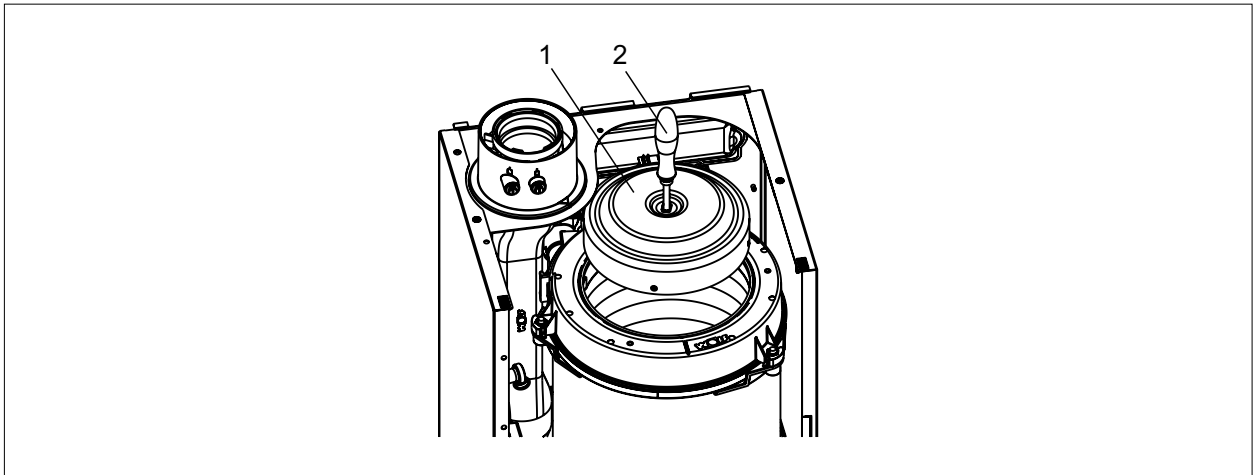

Abb. 6.8 Brennkammertopf-Unterteil ausbauen
- ▶ Brennkammertopf-Unterteil (1) mit Griff der Reinigungsbürste in die Brennkammer einlegen (Abb. 6.8)
- ▶ Isolierring (2) einlegen und andrücken.
- ▶ Schraube (3) am Brennkammer-Oberteil (4) mit Hochtemperaturfett einfetten.
- ▶ Brennkammertopf mit Schraube (5) handfest (4Nm) verschrauben und gesamten Brennkammertopf nach unten schieben.